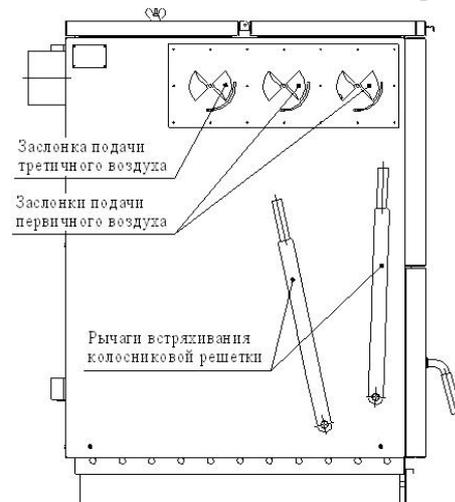

Рисунок 20 – Заслонки первичного и вторичного воздуха
• Для котлов типа 12-45 первичный и вторичный воздух подаются через регулирующую воздушную заслонку дверцы зольной камеры. Для котла типа 60 – через заслонки, расположенные на боковых стенках котла (см. Рисунок 20);
- Установить рычаг встряхивания колосниковой решетки в рабочее положение (см. Рисунок 20, 22);